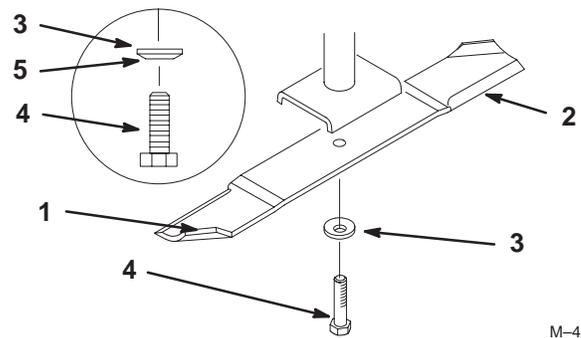

Figure 30
Tenez la lame à son extrémité avec un chiffon ou un gant épais. Enlevez le boulon, la rondelle élastique et la lame de l'axe de la lame (Fig. 30).
2. Vérifiez l'équilibre de la lame en la plaçant sur un équilibreur (Fig. 32). Si la lame reste horizontale, elle est équilibrée et peut être utilisée. Si la lame est déséquilibrée, limez un peu l'extrémité de la partie incurvée seulement (Fig. 30). Vérifiez de nouveau et répétez la procédure jusqu'à ce que la lame soit équilibrée.
1. Placez la lame sur l'axe (Fig. 30).
2. Installez la rondelle élastique et le boulon de la lame. Le cône de la rondelle élastique doit être dirigé vers la tête du boulon (Fig. 30). **Serrez le boulon de la lame à 115–150 Nm (85–110 pieds/livres).**